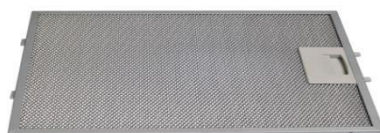

Рис. 1
1. Снимите алюминиевый жировулавливающий фильтр (рис. 1).
6. Установите алюминиевый жироулавливающий фильтр (рис. 1).
Для отсоединения алюминиевого фильтра (рис. 1) следует нажать на пружинный замок на фильтре и вынуть его. Установка фильтра производится в обратном порядке. Следует нажать на пружинный замок на фильтре и установить его на место, после чего замок отпустить. Не устанавливайте фильтра в вытяжку до их полного высыхания.